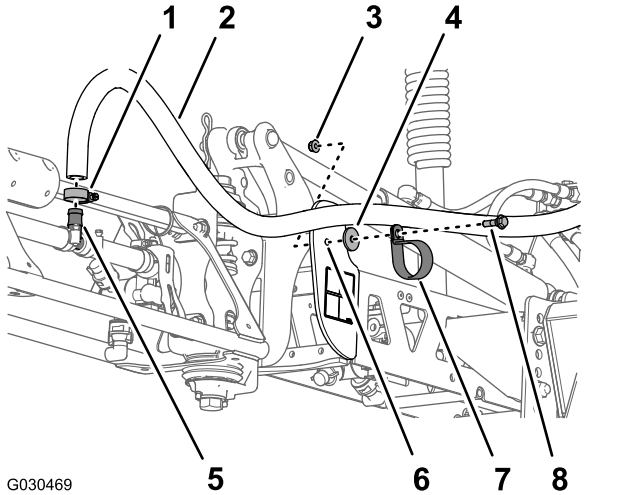

Рисунок 61
1. В передней части секции стрелы опрыскивателя снимите R-образный хомут, болт с буртиком (5/16 дюйма), шайбу (5/16 дюйма) и фланцевую контргайку (5/16 дюйма), которые крепят шланг стрелы к раме средней секции (Рисунок 61).
2. Снимите шланговый хомут и шланг стрелы с тройника типа «елочка» (Рисунок 61).